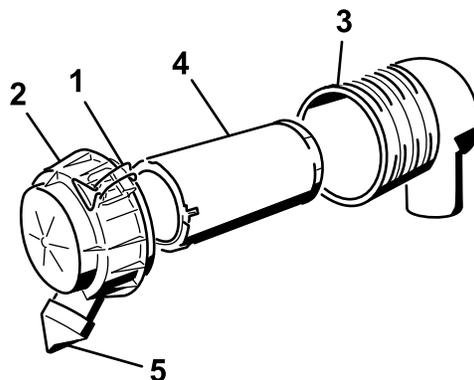

図 21
3. エアフィルタのラッチを外し、ボディーからカバーを抜き出す 図 21。
6. エアフィルタのボディーから、フィルタを静かに引き出す (図 21)。
8. 注意深くフィルタを取り付ける 図 21。
9. ダストキャップを下に向けてエアクリーナカバーを正しく取り付け、ラッチを掛ける 図 21。